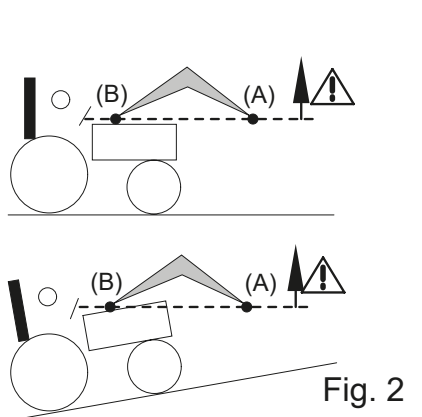

Fig. 2
! **PERICOL:** Dacă încărcătura nu este fixată corespunzător, operatorul este expus pericolului de cădere a încărcăturii atunci când punctul de pivotare al benei (A) depășește orizontal punctul de pivotare al încărcătorului (B) [vezi fig. 2].
PERICOL: Este interzisă înclinarea încărcătorului atunci când punctul de pivotare al benei (A) depășește orizontală punctului de pivotare al încărcătorului (B) [vezi fig. 2].